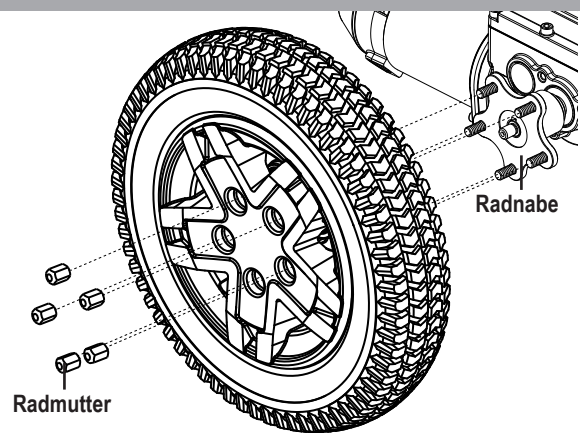

Bild 19. Q4 Antriebsrad
4. Entfernen Sie die (5) Radmuttern von der Radnabe. **Siehe Bild 19.**